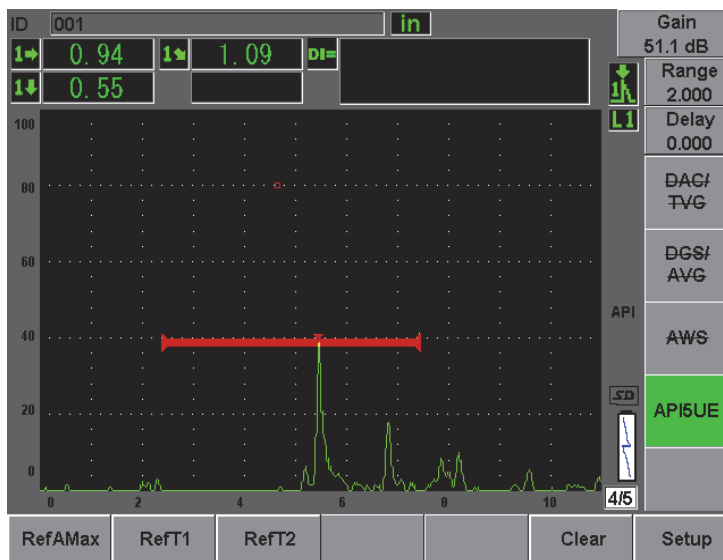

Figura 12-27 Registrazione del punto T_2
9. Premere **[P3] RefT2** per acquisire i punti di riduzione di 6 dB del bordo decrescente del picco e assegnare questo valore a T_2 (vedi Figura 12-27 alla pagina 273).